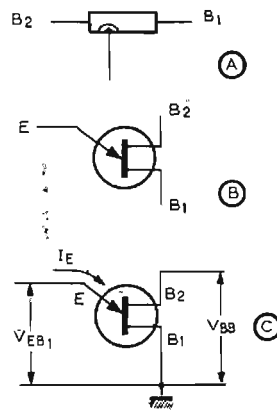

Fig. 16
L'UJT possède trois électrodes et une seule jonction. A la figure 16 on donne, en (A), sa constitution interne, en (B), son symbole schématique et en (C), le